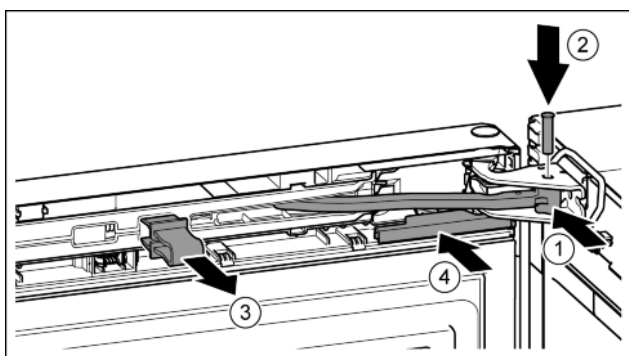

Fig. 43
- ▶ Повернуть шарнир в опорном кронштейне. Fig. 43 (1)
- ▶ Вставить палец в опорный кронштейн и шарнир. При этом следить за тем, чтобы выступ фиксатора занимал правильное положение в пазу. Fig. 43 (2)
- ▶ Снять предохранитель. Fig. 43 (3)
- ▶ Надвинуть крышку. Fig. 43 (4)